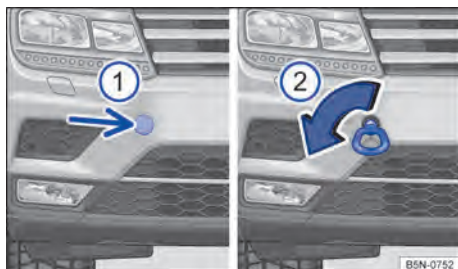

Fig. 232 No para-choque dianteiro à direita: argola de reboque.
- Pressionar na região lateral da cobertura (seta) para soltar o encaixe da cobertura → Fig. 232 .
- Rosquear a argola de reboque tão firme quanto possível **no sentido anti-horário** no alojamento → Fig. 232  → . Utilizar um objeto apropriado com o qual a argola de reboque possa ser rosqueada com firmeza no alojamento.